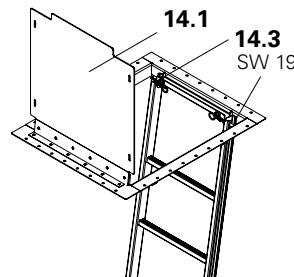

Fig. B1.51a
2. Fijar la escalerilla desde arriba de ambos lados a la trampilla, con tornillos M12 x 40 (14.3). (Fig. B1.51a)